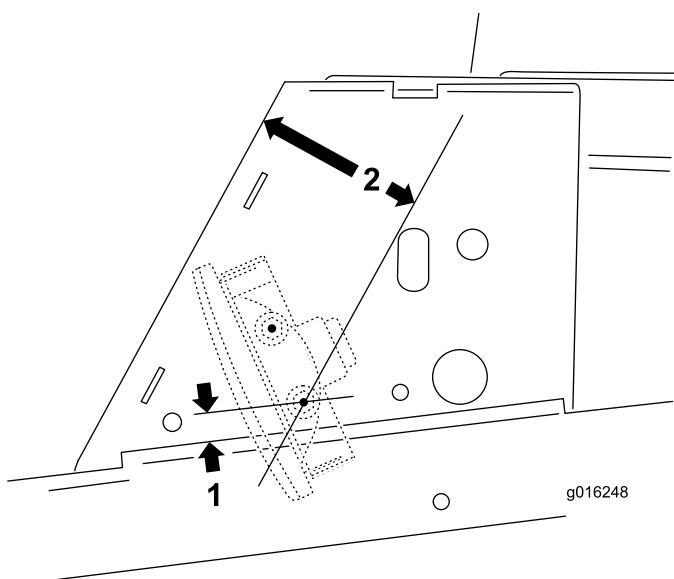

Figura 8
- A. Mida 1/2 pulgada desde el borde inferior del alojamiento del brazo de control y trace una línea (Figura 8).
- B. Mida 3 pulgadas desde el borde delantero del alojamiento del brazo de control y trace otra línea (Figura 8).